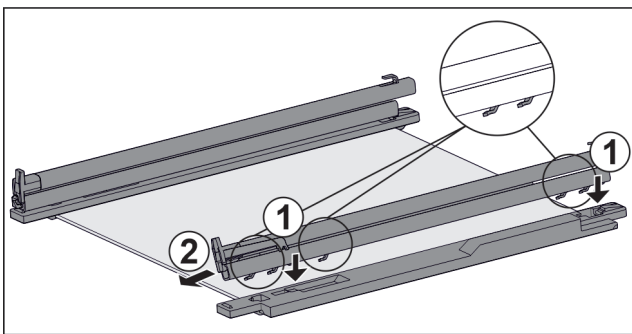

Fig. 53 Скляна пластина з рейками та деталями для підтримки
- ▶ Одягти гаки рейки на отвори **лівої** деталі для підтримки. Fig. 53 (1)
- ▶ Потягніть рейку вперед. Fig. 53 (2)
- ▶ Одягти гаки рейки на отвори **правої** деталі для підтримки. Fig. 53 (1)